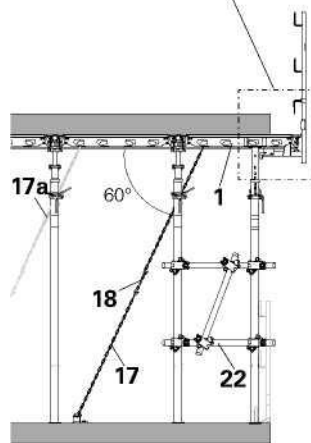

Fig. A10.06
4. Colocar travamentos Z adicionais (22) para estabilidade dos prumos na periferia. por ex., prumos com tubos e abraçadeiras. (Fig. A10.06)